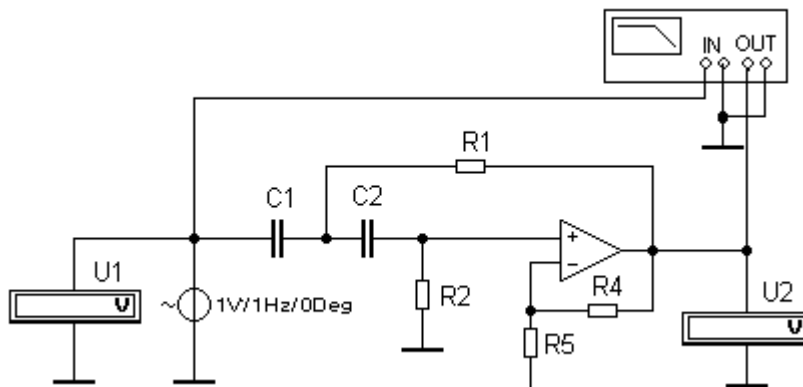

Рисунок 3- Схема исследования частотных характеристик ARC- фильтра верхних частот второго порядка
1.Собрать схему электрической цепи (рис.3).